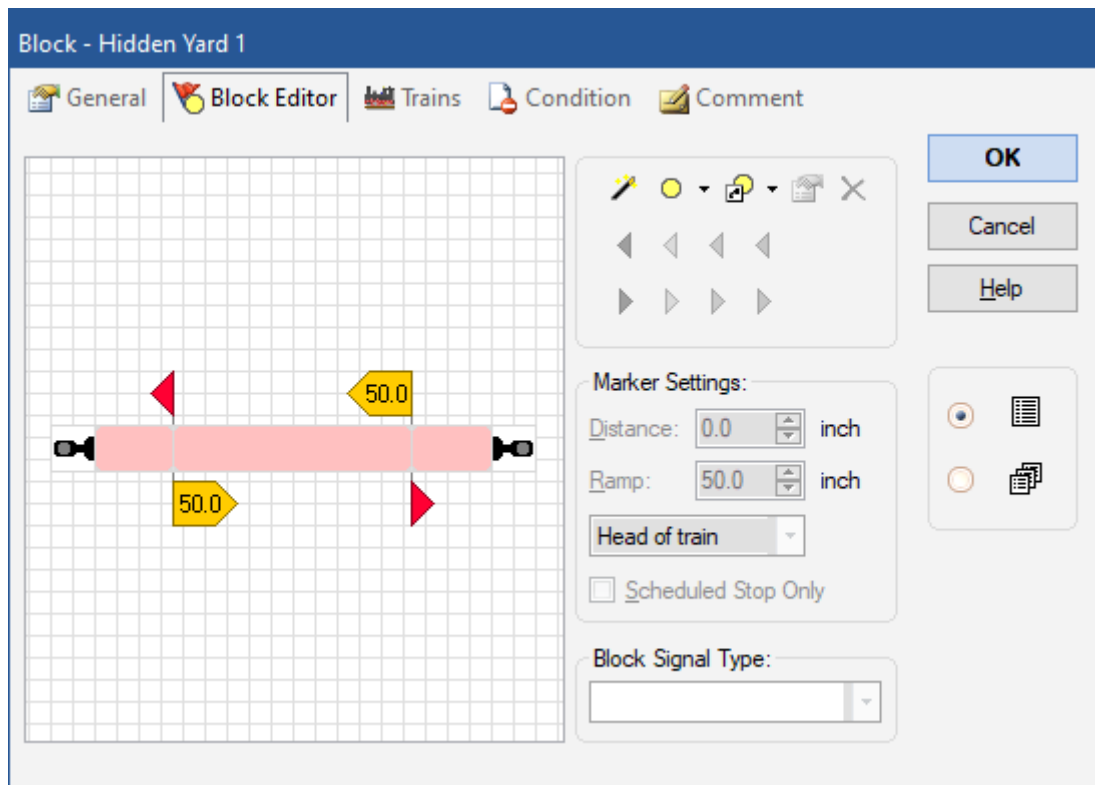
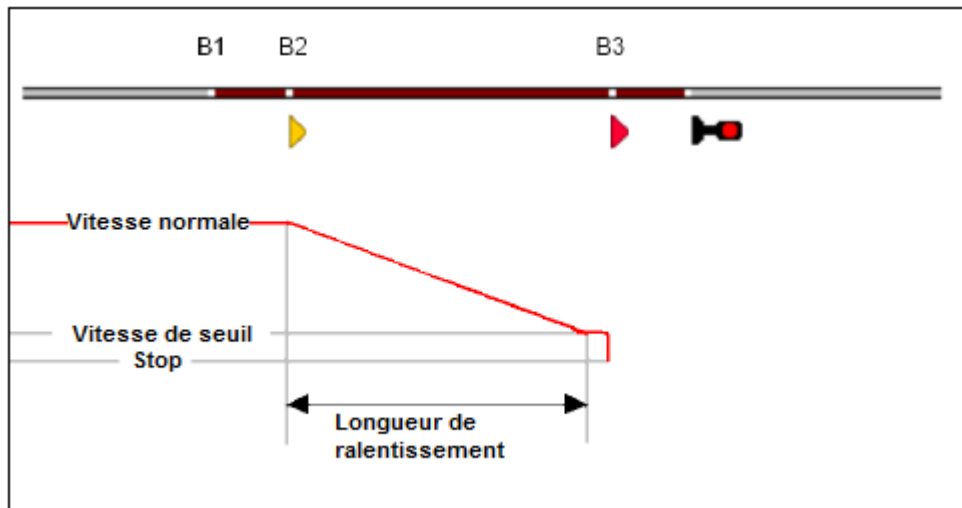

Figure 107 : l'Editeur de Canton
Figure 108 : Comment fonctionnent les Marqueurs de ralentissement et d'Arrêt – Détection de voie
Pour établir un canton, les symboles d'indicateur de contact, qui représentent les contacts de voie situés dans ce canton, sont créés et attribués au canton. Cela se fait avec l'éditeur de canton qui est représenté dans la figure 107. Si au moins l'un des indicateurs contenus dans un canton est activé, le canton est supposé occupé. La position réelle des contacts attribués au canton détermine aussi l'emplacement du canton sur le réseau.
- Bien qu'il soit possible d'attribuer des symboles d'indicateurs qui sont déjà dans une autre fenêtre, à un canton, cette fonctionnalité n'est fournie que pour des raisons de compatibilité avec les versions précédentes du logiciel ou pour des motifs très spécifiques. Normalement, vous devez créer chaque symbole d'indicateur contenu dans un canton avec l'éditeur de canton affiché dans la figure 107.
La figure 108 montre un canton équipé avec trois détecteurs d'occupation. Les entrées par la gauche des sections de voie correspondantes sont appelées B1, B2 et B3.
La figure 107 montre la même situation que la figure 108 mais configurée dans l'éditeur de canton.